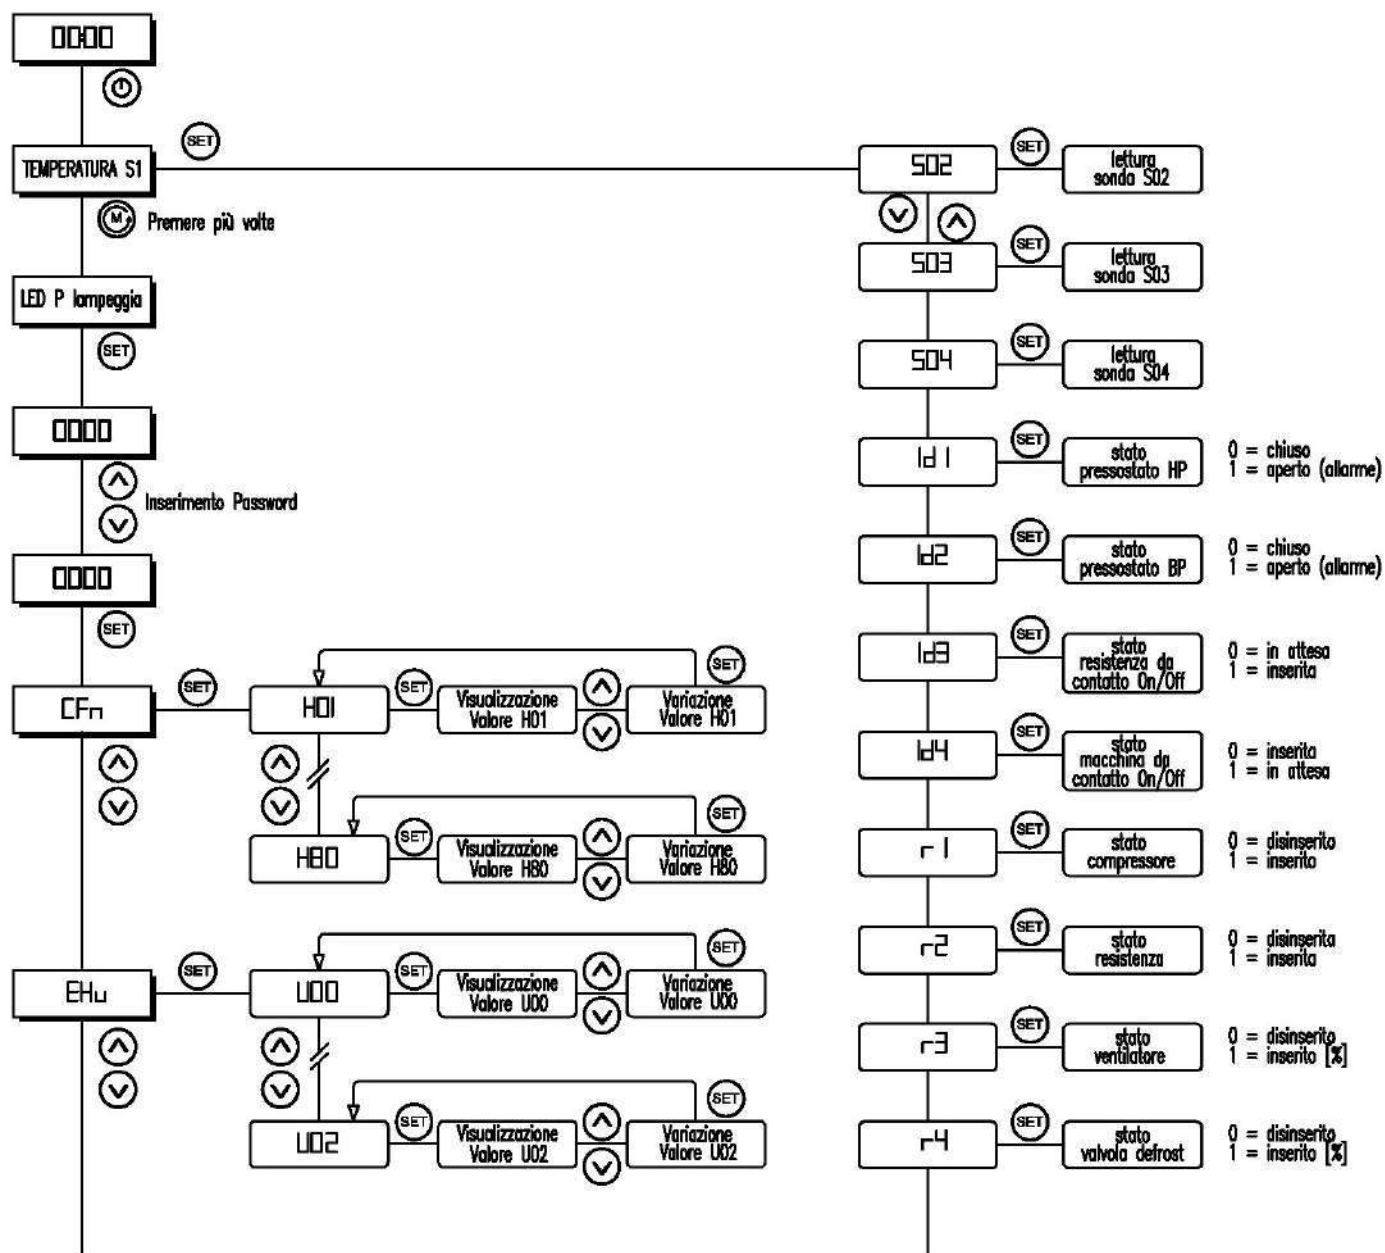

Fig. 19
5.5.1 DIAGRAMMA COMPLESSIVO (fig. 19 - 20)